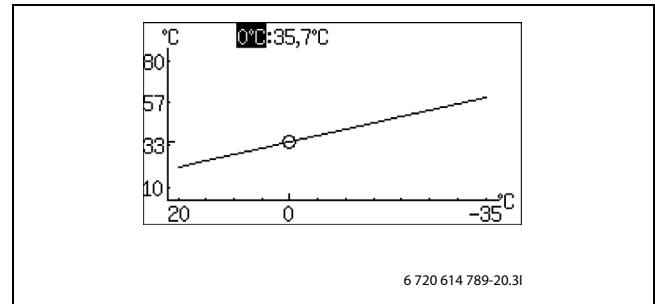

Bild 25
- ▶ Vrid ratten när fyrkanten är markerad tills 0°C är markerad (→ Bild 25).